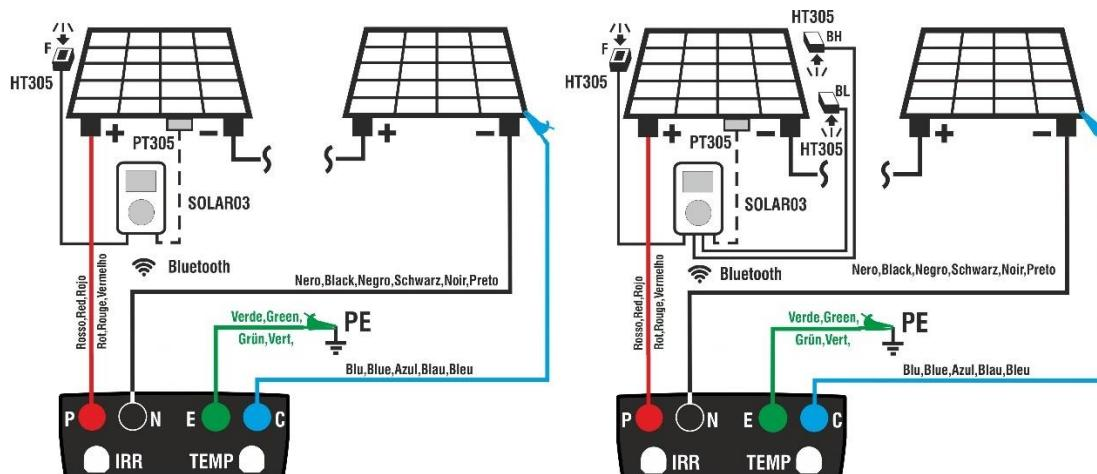

Fig. 13: Utiliser avec SOLAR03 en connexion directe sur module Monofaciaux et Bifaciaux
3. Connecter l'instrument au module/chaîne en cours d'essai et, le cas échéant, au nœud principal de mise à la terre de l'installation et aux masses métalliques mises à la terre comme indiqué dans la Fig. 13. En particulier :